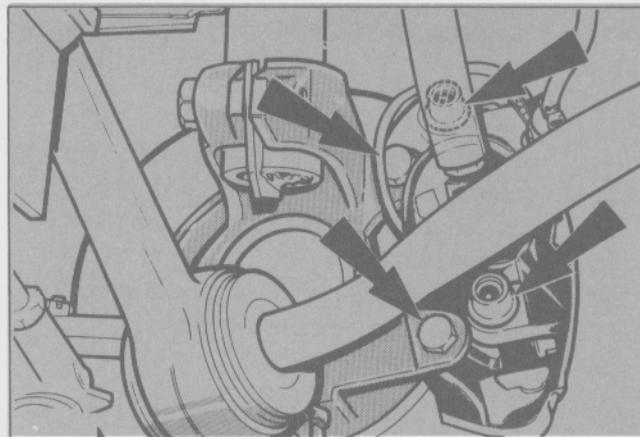

Fig. 38 - Tornillos de sujeción del plato de anclaje.
- Extraer los tornillos que sujetan el soporte de anclaje (Fig. 38).